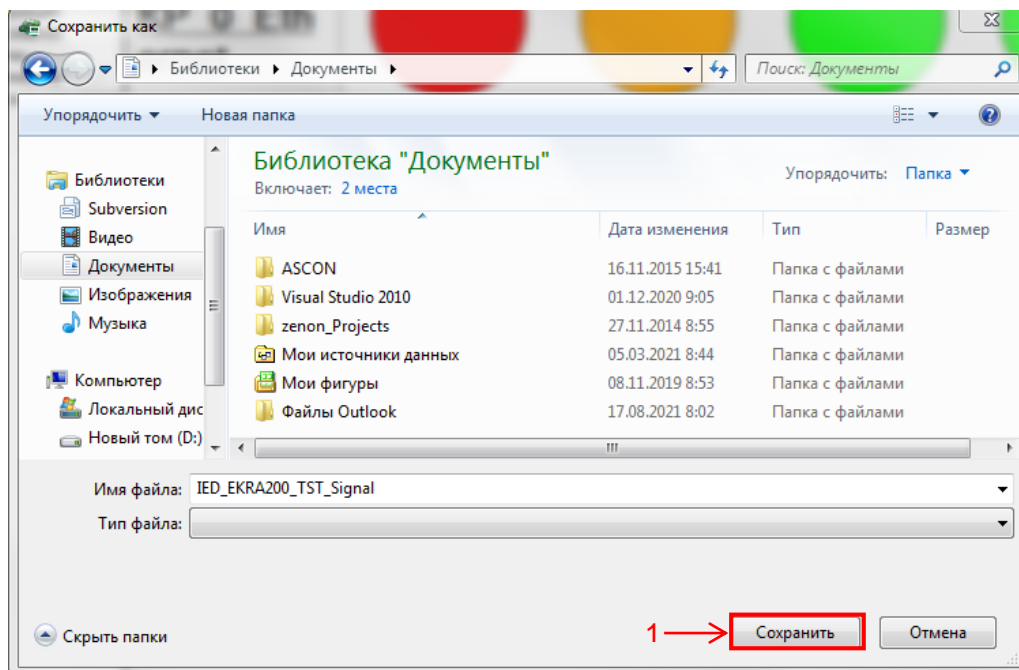

Рисунок 2 – Сохранение файла
2.1.2.4 При выборе протокола IEC 61850-8-1(2011) (МЭК 61850-8-1-2011) появится диалоговое окно **Сохранить как** (см. рисунок 2). Следует выбрать папку, в которую необходимо сохранить файл списков сигналов, затем нажать кнопку **Сохранить** (см. рисунок 2, поз. 1). После чего файл в формате *.xml будет сохранен.